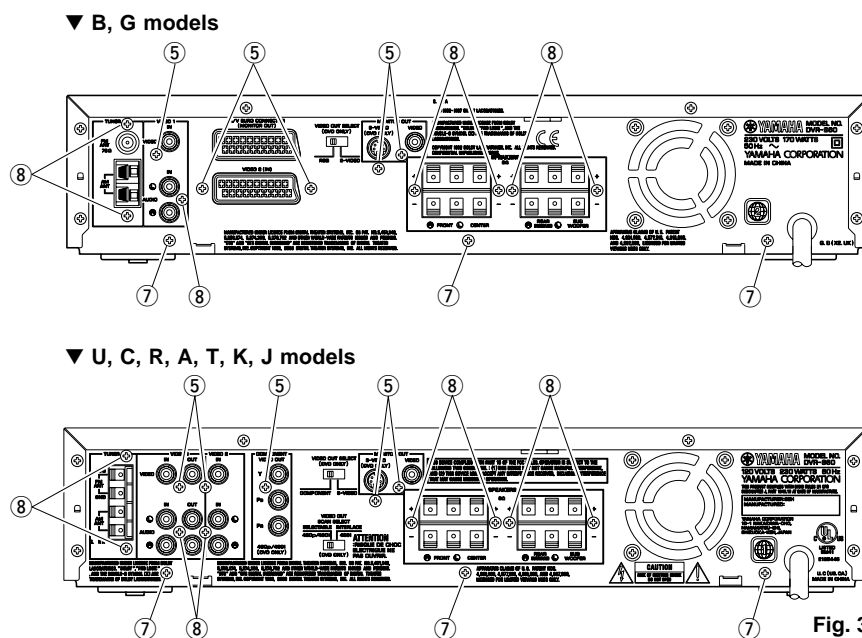

Fig. 3
Remove 5 screws ( ⑤ ) in Fig. 3.
- b. Remove 3 screws ( ⑦ ) in Fig. 3.
- c. Remove 7 or 8 screws ( ⑧ ) in Fig. 3.
- a. ⑤のネジ5本を外します。( Fig. 3 )
- b. ⑦のネジ3本を外します。( Fig. 3 )
- c. ⑧のネジ8本を外します。( Fig. 3 )